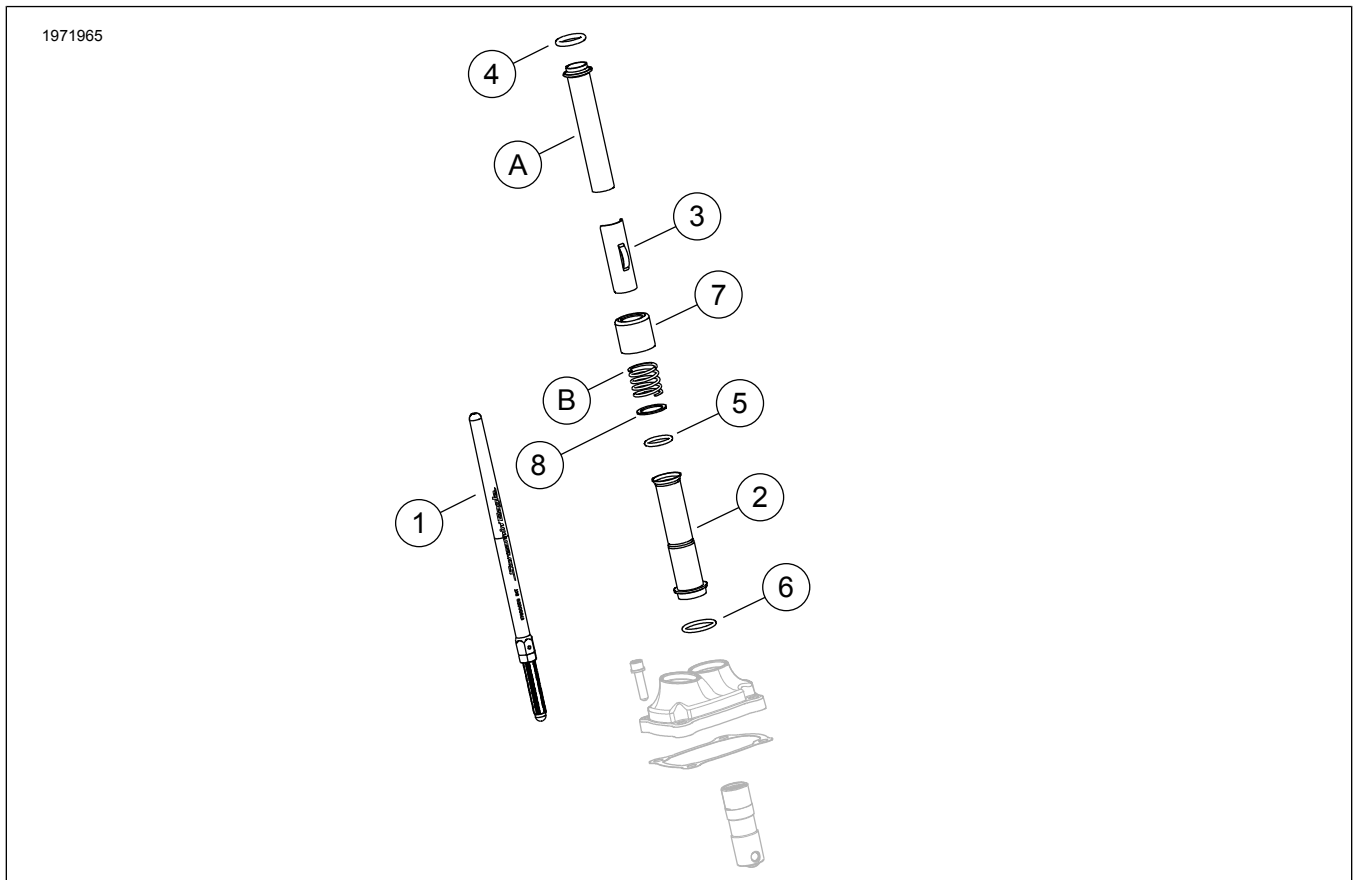

Figura 1. Contenido del kit: Kit Screamin' Eagle Milwaukee-Eight Stage 2
1. Vea la Figura 1. Instale la bomba de aceite. Vea el manual de servicio.